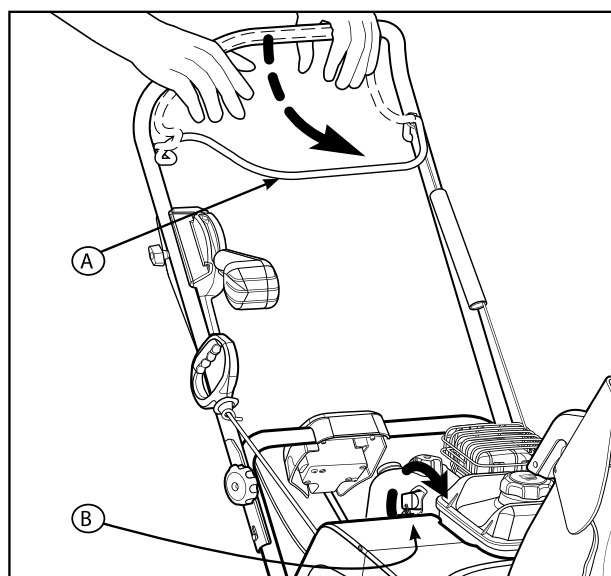

Рис. 9
1. Отпустите рычаг управления шнеком (А, рис. 9).
1. Запустите двигатель и нажмите рычаг управления шнеком (А, рис. 9).